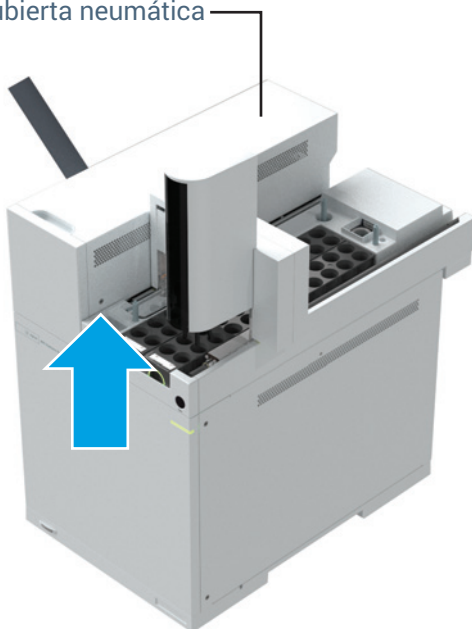

Figura 3. Retire el tornillo Torx T-20 de la cubierta neumática
- 2 Quite el tornillo T-20 que sujeta la cubierta en su lugar (**Figura 3**).